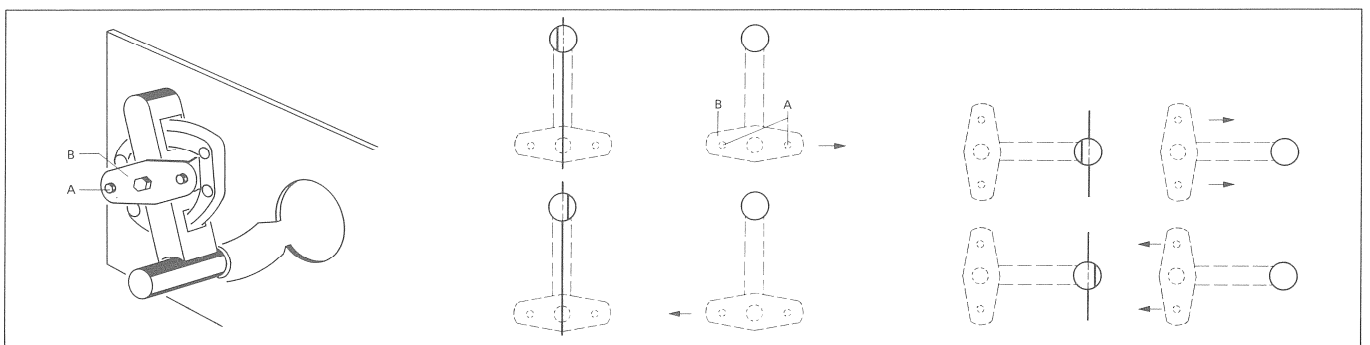

Fig. 4.7
-> Fig. 4.7
- 2 Schrauben [A] lösen bis sich die Lagerplatte [B] verschieben lässt. (Fig. 4.7)
- Die Lage der Lagerplatte gemäß Fig. 4.7 korrigieren.